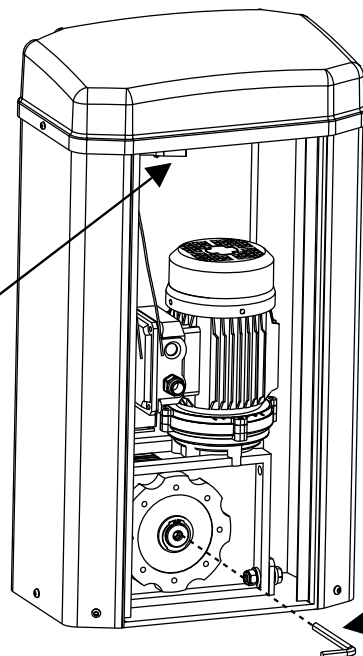

Fig. 5
3. Rotar en sentido horario para desbloquear y contrahorario para bloquear (Fig.5)